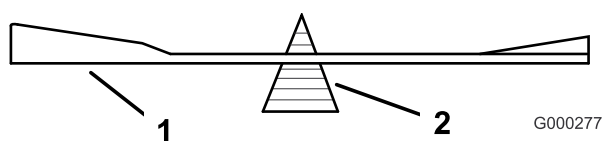

Figure 58
2. Vérifiez l'équilibre de la lame en la plaçant sur un équilibreur (Figure 58). Si la lame reste horizontale, elle est équilibrée et peut être utilisée. Si la lame est déséquilibrée, limez un peu l'extrémité de la partie
relevée seulement (Figure 58). Répétez la procédure jusqu'à ce que la lame soit équilibrée.